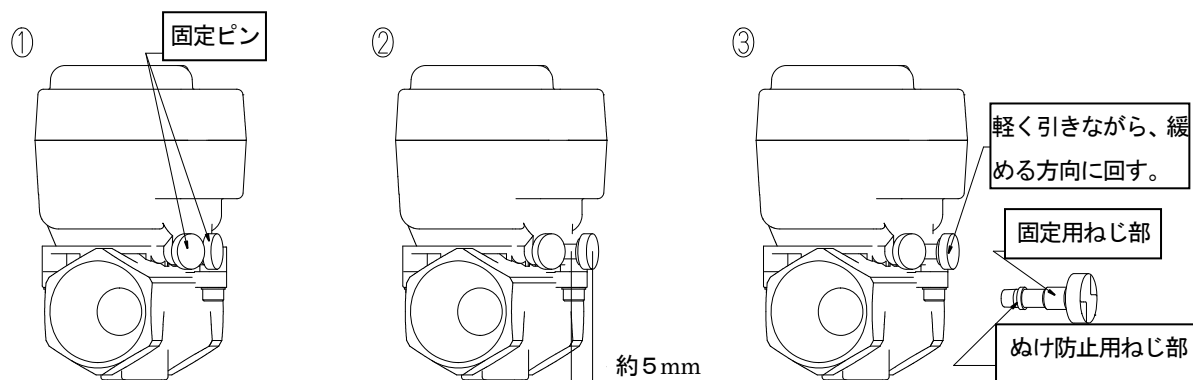

図20. 固定ピンの取外し
本製品はアクチュエータとバルブを固定ピン2本で接続する構造となっています。固定ピンは図20のように固定用ねじ部とぬけ防止用ねじ部を持つ構造となっています。固定ピンを取り外すときは、以下の手順に従ってください。
- ① 固定ピンを反時計回りに回転させ、緩めます。(図20-①)
- ② 5mm程度緩めると、固定ピンの固定用ねじ部がアクチュエータからはずれ、固定ピンは、自由に前後するようになります。(図20-②)
- ③ その状態で軽く引っ張りながら緩める方向に固定ピンを回していくと、ぬけ防止ねじ部がアクチュエータのめねじにかかり固定ピンを取外すことが可能となります。(図20-③)